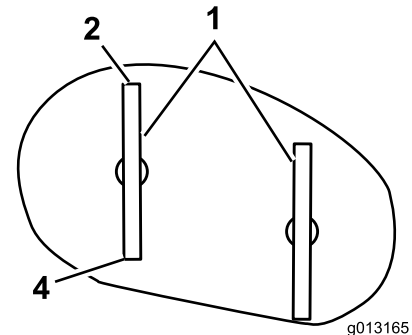

Bild 46
Drehen Sie die Schnittmesser vorsichtig von vorne nach hinten (Bild 46).
- Messen Sie den Abstand zwischen der vorderen Spitze des linken Messers und der flachen Oberfläche (Bild 46).